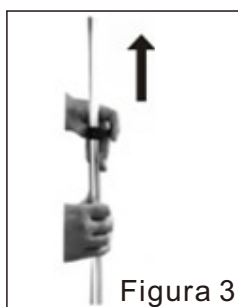
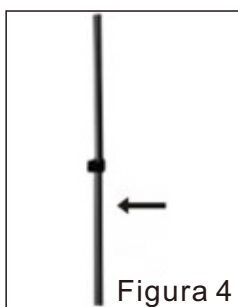

Figura 3
Figura 4
- ④ Abra os dois botões de bloqueio (como mostrado na Figura 3) e puxe para cima o poste de alumínio do tipo extensão, para puxar as três seções do poste de alumínio e ajustar para uma posição apropriada, e depois pressione o botão (como mostrado na Figura 4).
- ⑤ Como mostrado na Figura 4, inserir a mangueira de vapor na saída de vapor da estrutura principal, e apertar o botão de fixação da mangueira de vapor no sentido dos ponteiros do relógio.